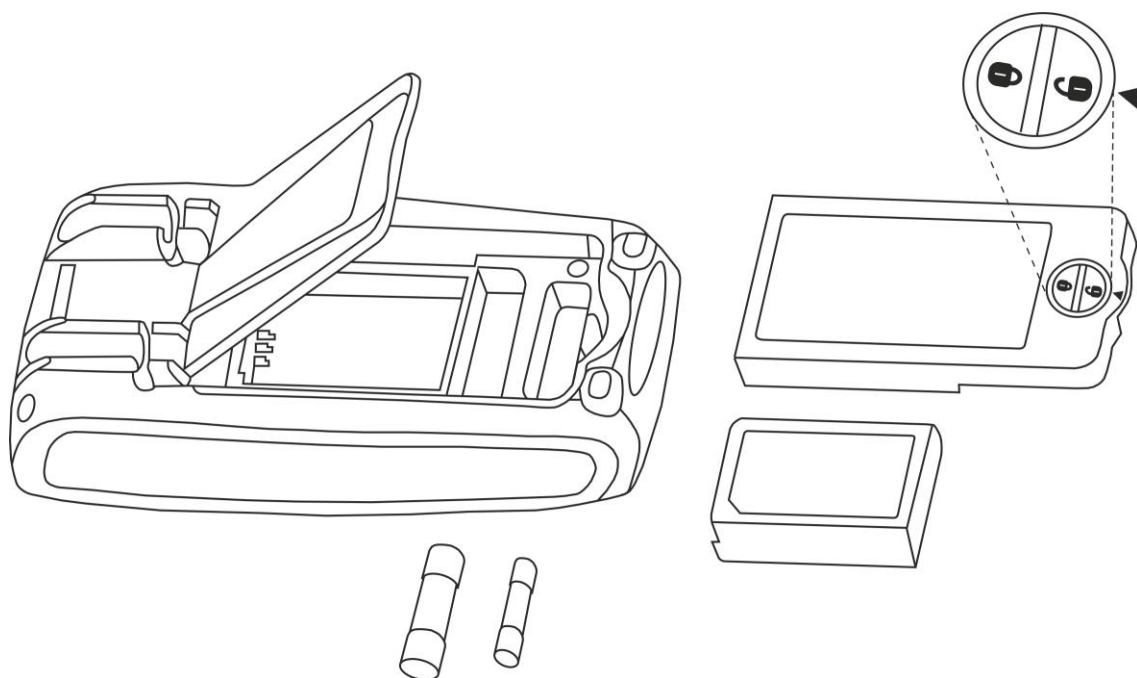

Fig. 34: Substituição dos fusíveis internos
2. Rodar o parafuso de fixação da tampa do compartimento da pilha da posição “**T**” para a posição “**L**” e retirar a mesma (ver Fig. 34).